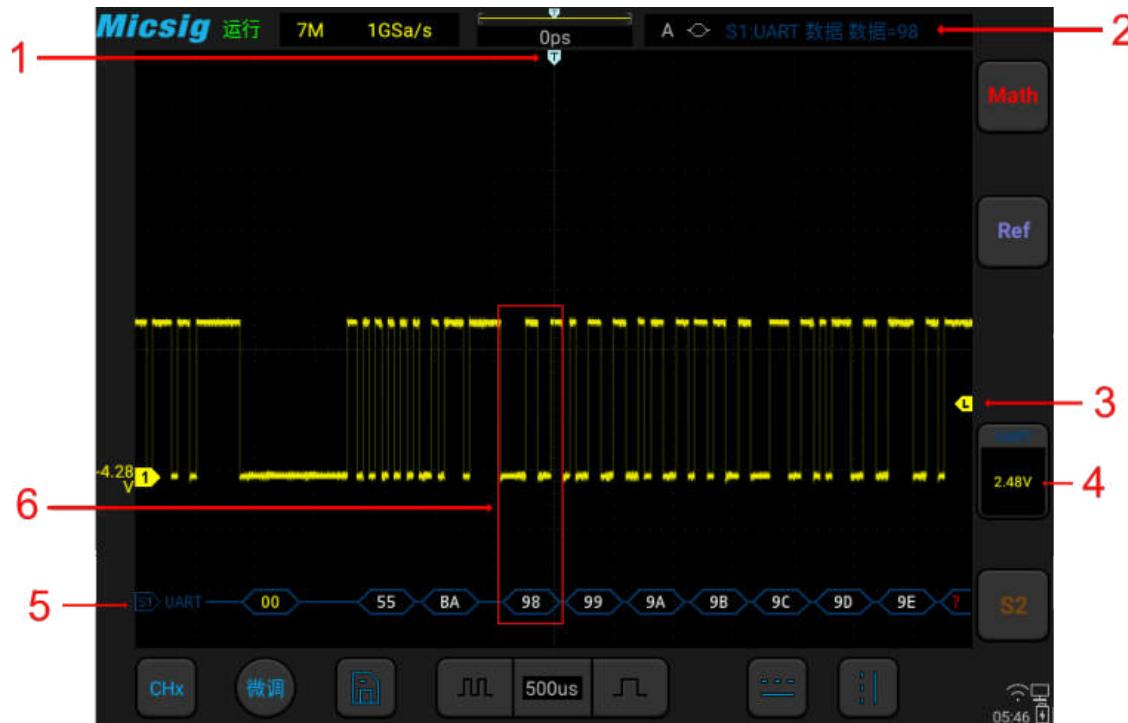

图12-8 UART 图形界面
- (1) 轻点 S1 打开解码通道, 向左轻扫 S1 打开总线配置菜单;
- (2) 选择总线类型为“UART”，依次点选“Ch1”，“空闲高”，“校验无”，“8bit”，“19.2kb/s”，显示“十六进制”，然后关闭菜单;
- (3) 打开触发方式设置菜单，点选“数据”，条件设为“=”，数据内容手动输入 98，按“enter”确定;
- (4) 根据信号的幅值电平调节阈值电平使信号稳定触发。UART 触发图形界面见图 12-8: